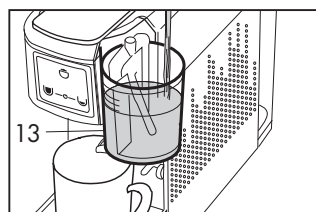

Fig. 13
- Retire la tapa del vaso de leche (13) y llene el vaso con la leche con cuidado a no superar el nivel indicado (se aconseja una dosis de 90 cc de leche). (**Fig. 13**)
- Cierre el vaso de la leche (13) con la tapa. Si no se cierra el vaso con la tapa, la máquina no funciona.